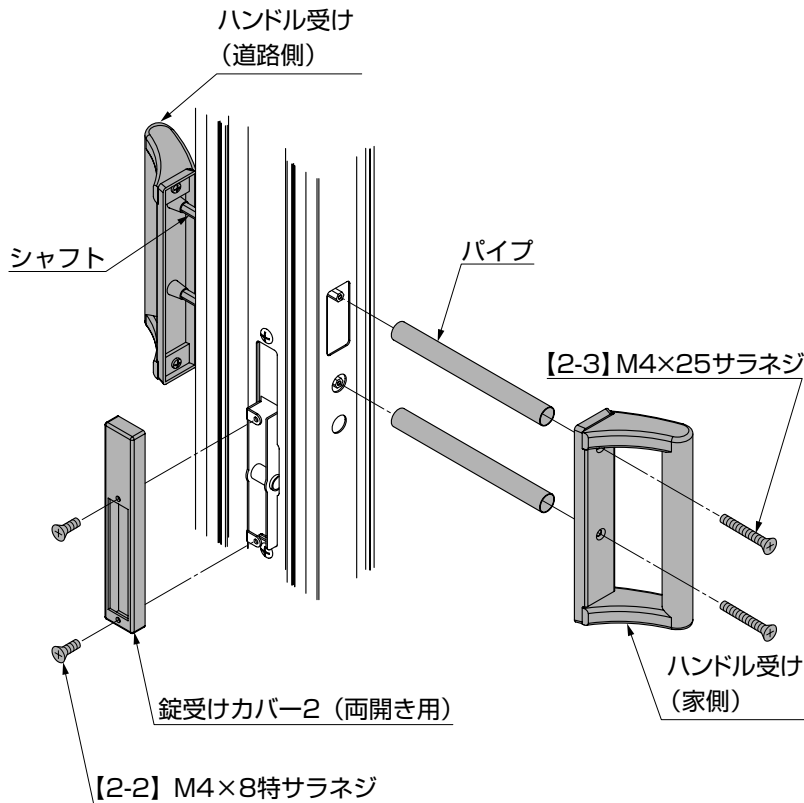

図3-13
- ② 錠受け金具2 (両開き用) に錠受けカバー2 (両開き用) を【2-2】で固定し、ハンドル受け (道路側) を框に挿入してください。
- ③ シャフトにパイプを差込んだ後、ハンドル受け (家側) を【2-3】で固定してください。（図3-13参照）